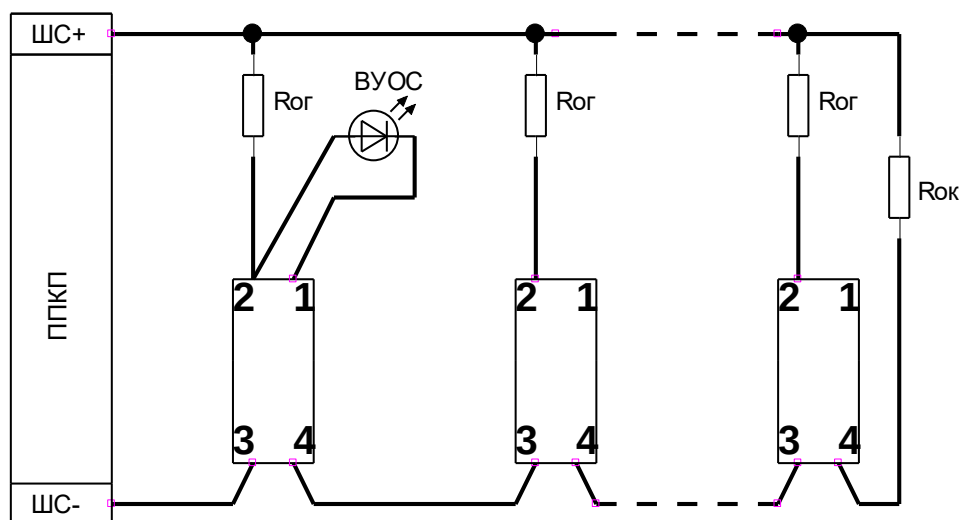

Рис. 3. Схема подключения извещателей двухпроводным шлейфом с напряжением питания 24 В к приемно-контрольному прибору. ВУОС подключается при необходимости.
5.5 Схема подключения извещателей в двухпроводный шлейф пожарной сигнализации приведена на рис. 3.